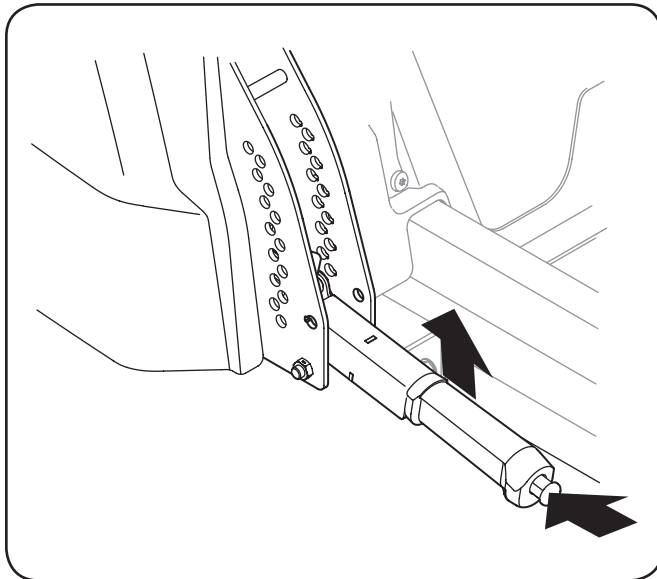

Figura 5-11
3. Use la manija de elevación de la plataforma para elevarla a la posición más alta al oprimir el botón que está en el extremo de la manija y al tirar hacia arriba. Compruebe que la traba se enganche en el pasador. Vea la Figura 5-11.